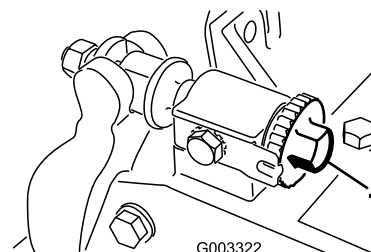

Figura 23
1. Desperte o contacto do cilindro na lâmina rodando os manípulos de ajuste da lâmina (Figura 23) no sentido contrário ao dos ponteiros do relógio até que não exista contacto.